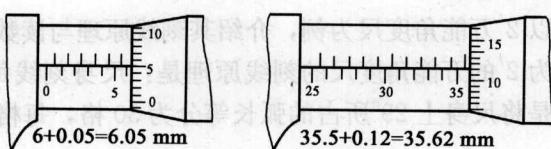

图 1—10 千分尺的读数方法
(1) 万能角度尺的结构。万能角度尺的结构如图 1—11 所